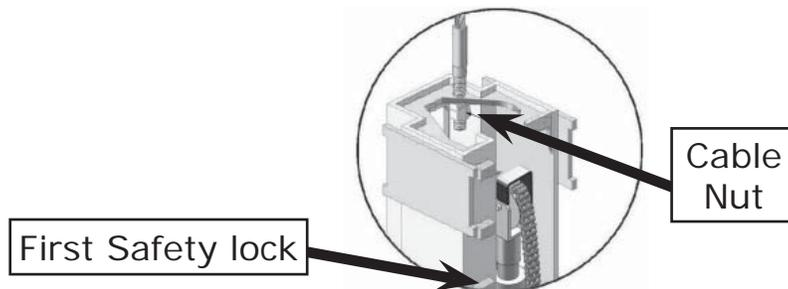

Fig. 44
1. Adjust Synchronizing Cables (See Fig. 44)